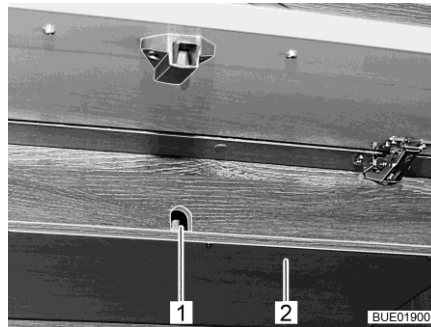

Bild 195 Lucka på hängskåp
- Ta bort skyddet (Bild 195,2) under åtkomstöppningen (Bild 195,1) för veven.